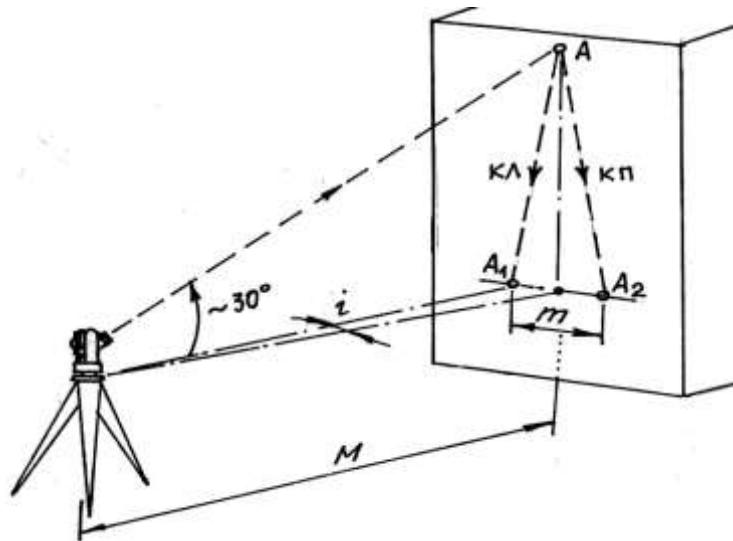

Рисунок 3. Пятая поверка теодолита.
1. Теодолит установить недалеко от высокого объекта (например, стены здания). В верхней части стены выбрать какую-либо заметную точку так, чтобы визирование на нее производилось при наклоне визирной оси к горизонту примерно на  $30^\circ$  (рис. 3).